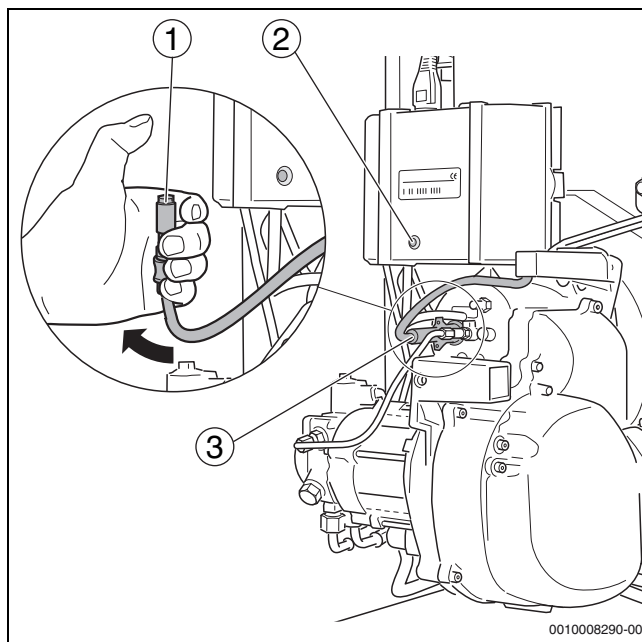

Рис. 46 Проверка работы фотодатчика контроля пламени
- ▶ При работающей горелке выньте фотодатчик контроля пламени из крепления за предусмотренную для этого ручку (→рис. 46, [3])
- ▶ Закройте фотодатчик контроля пламени большим пальцем (→рис. 46, [1]). После повторного пуска должно произойти выключение из-за неисправности.
- ▶ По истечении времени ожидания, составляющего примерно 30 секунд, нажмите кнопку reset (→рис. 46, [2]) для разблокировки автомата горения или кнопку reset на системе управления.